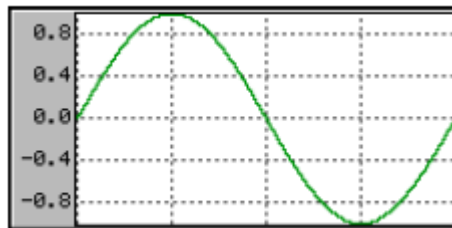
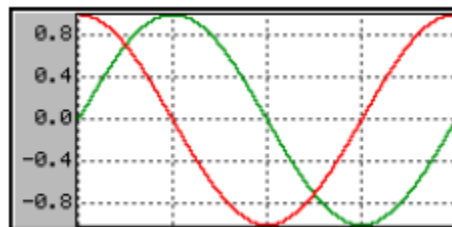

Figura 27: Prima di chiamare la funzione `GRAPH_AttachData` il data object non è ancora visualizzato sullo schermo.
Figura 28: Dopo aver chiamato la funzione `GRAPH_AttachData` il data object (in rosso) è visualizzato sullo schermo.
- Descrizione: funzione che collega un data object al graph widget già esistente (**Figura 27** e **Figura 28**).